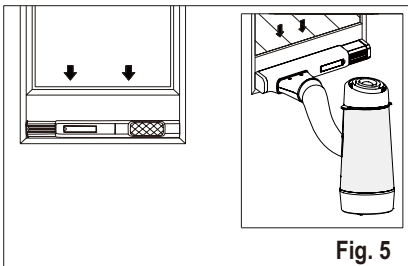

Fig. 5
3. Installer vindueskit på vinduet og før adapter B ind i vinduets kit og pakning. (fig. 5 & 6)